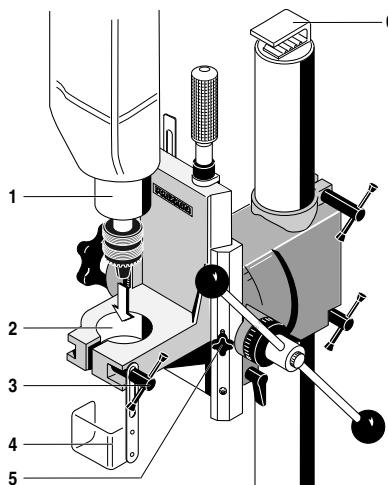
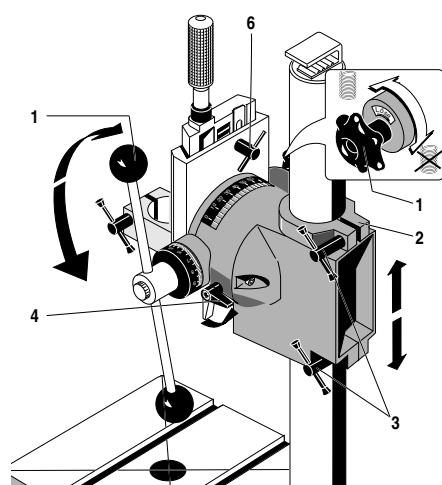

Fig. 2
Fig. 3
1. Bohrmaschine oder Fräsmotor mit Spindelhals 1 (Fig. 2) in die Bohrmaschinenaufnahme 2 bis zum Anschlag einstecken.
2. Die Schutzeinrichtung 4 (Fig. 2) so einstellen, daß der Bohrer oder Fräser abgedeckt wird.
3. Knebelschraube 3 (Fig. 2) anziehen.
1. Umschalter Bohren - Fräsen **4** (Fig. 3) in Stellung "Bohren" bringen.
2. Schlitten **6** (Fig. 3) durch Bewegen des Bohrhebels **5** in die höchste Position stellen. Dabei darauf achten, daß die Feststellschraube für die Schwalbenschwanzführung **5** (Fig. 2) gelöst ist.
3. Ausleger **2** (Fig. 3) mit der Hand unterstützen, damit er nicht nach unten rutscht, und dabei die beiden Feststellknebel der Höhenverstellung **3** lösen.
5. Feststellknebel der Höhenverstellung **3** (Fig. 3) wieder anziehen.
Feststellschraube **1** (Fig. 3) hat Linksgewinde.
1. Feststellschraube für Rückholfeder **1** (Fig. 3) lösen, dazu Schraube rechtsherum drehen.
2. Schlitten durch Bewegen des Bohrhebels **5** (Fig. 3) in die gewünschte Position bringen.
3. Feststellschraube **1** (Fig. 3) wieder anziehen, dazu Schraube linksherum drehen.
2. Feststellschraube **1** (Fig. 3) für Rückholfeder anziehen, dadurch wird unerwünschtes vertikales Spiel des Schlittens vermieden.
Für exakte Fräsanbeiten empfiehlt es sich, nach jeder Verstellung den Schlitten mit der Feststellschraube der Schwalbenschwanzführung **5** (Fig. 2) festzuklemmen.